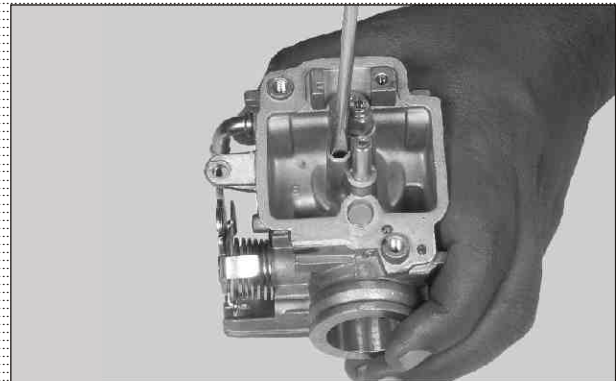

Fig. 4.25
- Remove pilot jet. (Fig. 4.25)